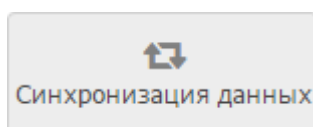

Рисунок 9.79 — Кнопка **Синхронизация данных**
2. Выберите узлы, данные которых требуется синхронизировать и нажмите на кнопку **Синхронизация данных** (рисунок 9.79).